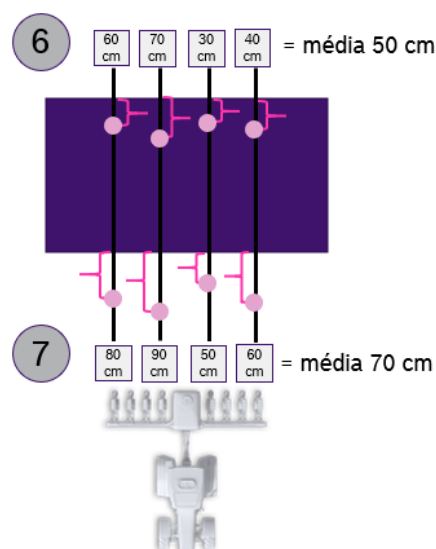

Figura 25 - Medição das médias de distância no solo
7. Em seguida, meça a média das distâncias até a primeira semente depositada depois da área marcada no passo 2. Por exemplo, ao medir 70 centímetros, isto significa que esta é a distância que deseja antecipar o religamento dos motores, Figura 25.